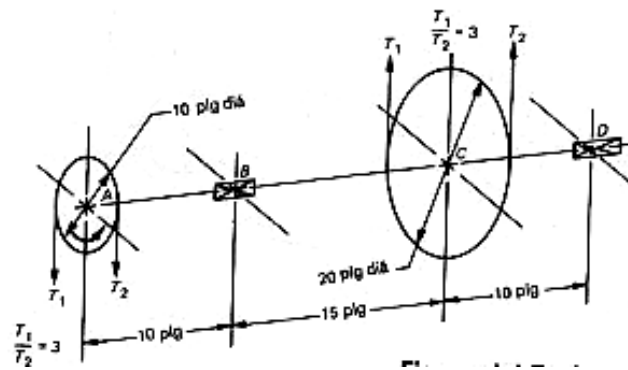

Figura 3.-
4.- La potencia que llega a la polea en la figura 3 varia de 15 hasta 25 hp y regresa al valor de 20 hp por cada revolución a una velocidad de 420 rpm. La polea A pesa 150 lb y la polea C pesa 300 lb. Ambas poleas están fijas mediante cuñas con extremos redondeados. La flecha esta hecha de acero 1045 laminado simple. Calcule el diámetro de la flecha de acuerdo a la teoría del esfuerzo cortante máximo.